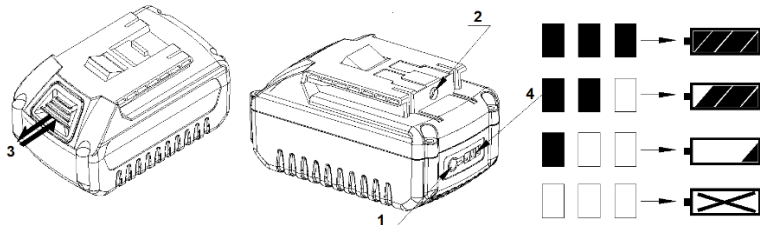

Рисунок 7. Акумуляторна батарея.
1. Натиснути та утримувати кнопку (1, рис. 7) батареї.
3. Під'єднати штекер зарядного пристрою до гнізда (2, рис. 7) акумуляторної батареї, на зарядному повинен засвітитися індикатор мережі червоним, а світлові індикатори батареї почнуть поступово блимати.
1. Натиснути клавішу (3, рис. 7) фіксації батареї, утримуючи її поєднати направляючи батареї та гнізда батареї (рис. 1), встановити батарею до упору та зафіксувати клавішею.